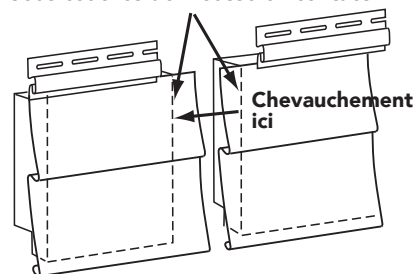

Figure 37
- Lorsqu'on fait chevaucher des panneaux de parement isolé en vinyle, aucun espace n'est requis entre les mousses : veiller à abouter les pièces de mousse (Figure 37), sauf si l'installation est par temps froid (toujours consulter les instructions du fabricant).